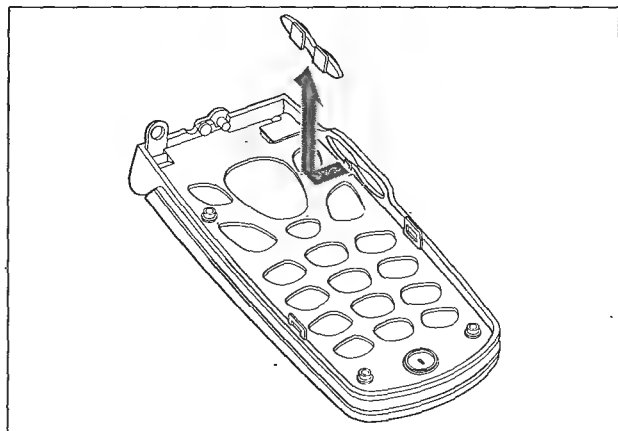

Рис. 2.11
- снимают боковые кнопки (рис. 2.11);